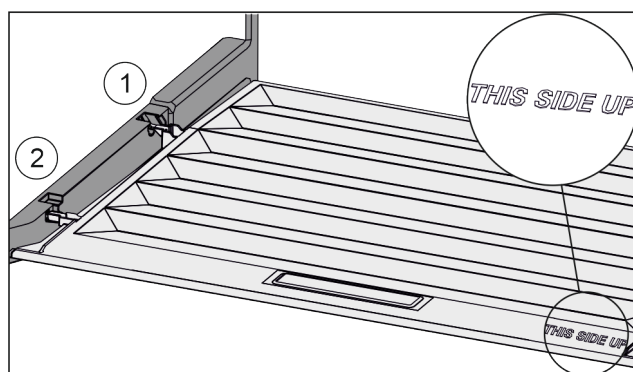

Fig. 22
- ▶ Výstupky víka zaveďte do zadních držáků Fig. 22 (1) a vpředu zaklesněte do držáku Fig. 22 (2).